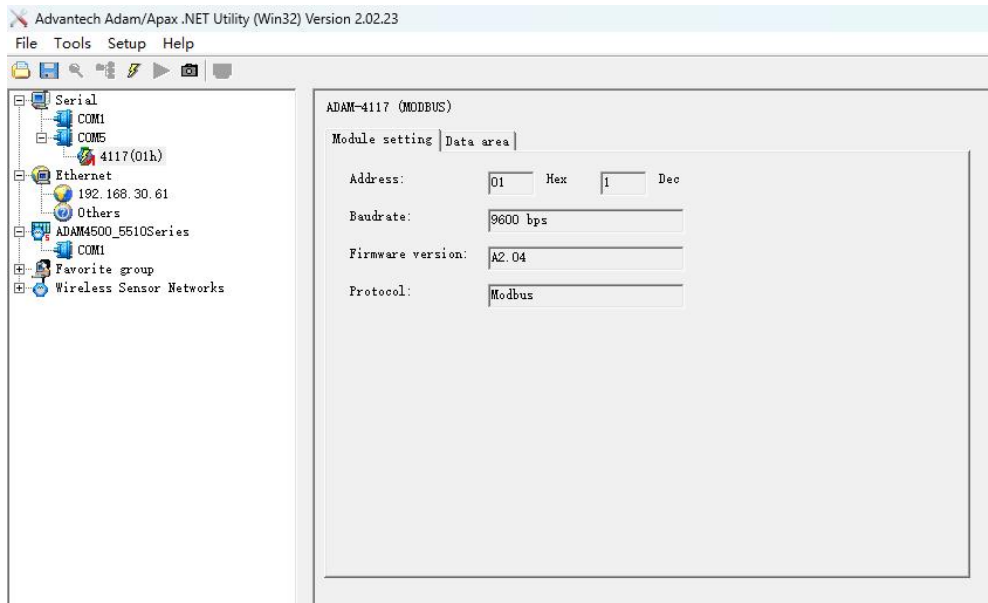

图 27
- 4) 模块的界面根据协议类型会有差异，如下图 27 所示为此上位机下的 MODBUS 协议界面。如果要在 ASC 协议下修改为 MODBUS 协议类型，需要按住模块侧面的 S1 按钮后再给模块上电，具体操作如图 7 所示。